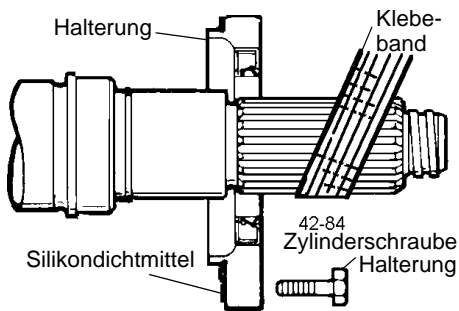

Abbildung 71 – Ausbau der Lageraufnahmen
HINWEIS: Schützen Sie die Flüssigkeitenden der Wellen, indem Sie sie mit Klebeband umwickeln. Siehe Abbildungen Siehe Abbildung 71 und Abbildung 73.
- Entfernen Sie die Schrauben der vorderen Lageraufnahme und ziehen Sie die Lageraufnahmen heraus (Abbildung 71). Klemmt eine Lageraufnahme, belassen Sie sie an Ort und Stelle; sie wird beim Ausbau der Welle herausgedrückt.